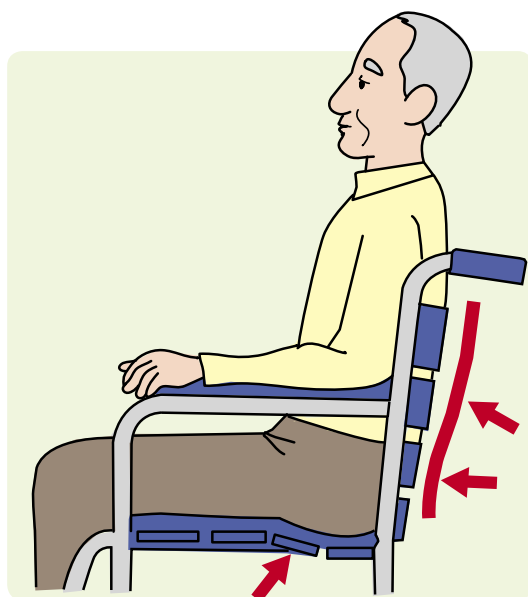

図48 脊柱に可動性のある方の場合
前述P18「仙骨座りの原因④」のとおり、円背のある高齢者には張り調整型バックサポートが有効な場合があります。背張り調整の出来ない車椅子に座ると、胸がバックサポートにより前に押し出され、前のめりの姿勢になります(図48)